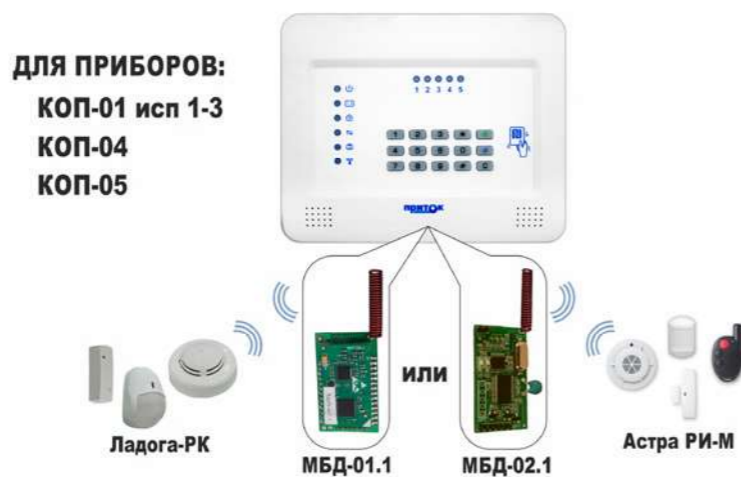

Рис. 10
**второй** (Рис. 10) — подключение извещателей напрямую к КОПу со встроенным модулем подключения беспроводных датчиков МБД-01.1 или МБД-02.1;